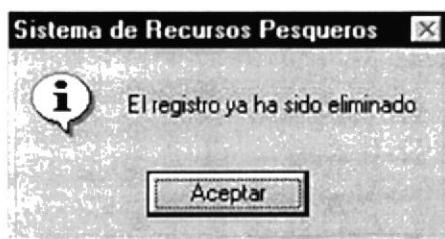

Figura 9.115 Mensaje de ya eliminado
4. Si el requisito que desea eliminar ya ha sido eliminado, aparecerá el siguiente mensaje (ver figura 9.115)